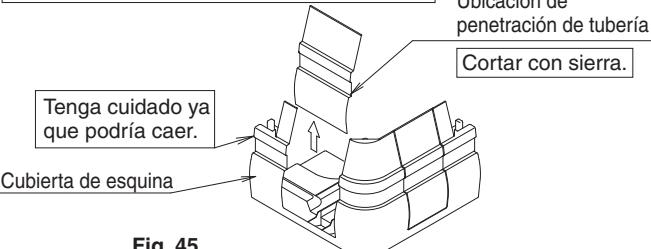

Fig. 45
- Para la salida de tubería hacia atrás, corte la cubierta de la esquina tal y como se muestra en la Fig. 45 y extrágala.